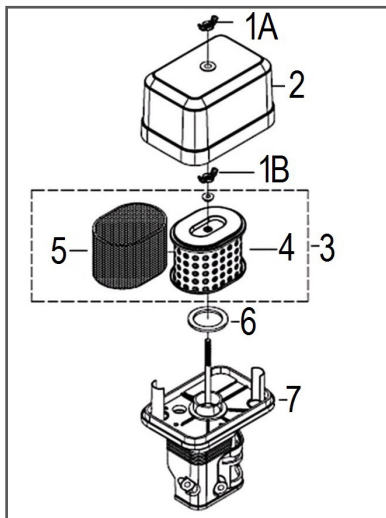

Рис. 34. Обслуживание воздушного фильтра
1. Открутите барашковую гайку 1А и снимите крышку 2 воздушного фильтра (Рис. 34).
2. Открутите барашковую гайку 1В и извлеките из корпуса воздушный фильтр 3 в сборе (Рис. 34).
Поролоновый (предварительный) фильтрующий элемент 5 установлен на корпусе бумажного фильтрующего элемента 4 (Рис. 34).
4. При незначительном загрязнении промойте поролоновый фильтрующий элемент 5 (Рис. 34) теплым мыльным раствором и просушите. Поврежденный или сильно загрязненный поролоновый фильтрующий элемент замените
5. Произведите очистку корпуса 7 и крышки 2 воздушного фильтра не допуская попадания пыли и грязи в воздуховод, ведущий к карбюратору (Рис. 34).
7. Перед установкой воздушного фильтра убедитесь, что уплотнительное кольцо 6 воздушного фильтра находится на месте и не имеет поврежденный (Рис. 34).